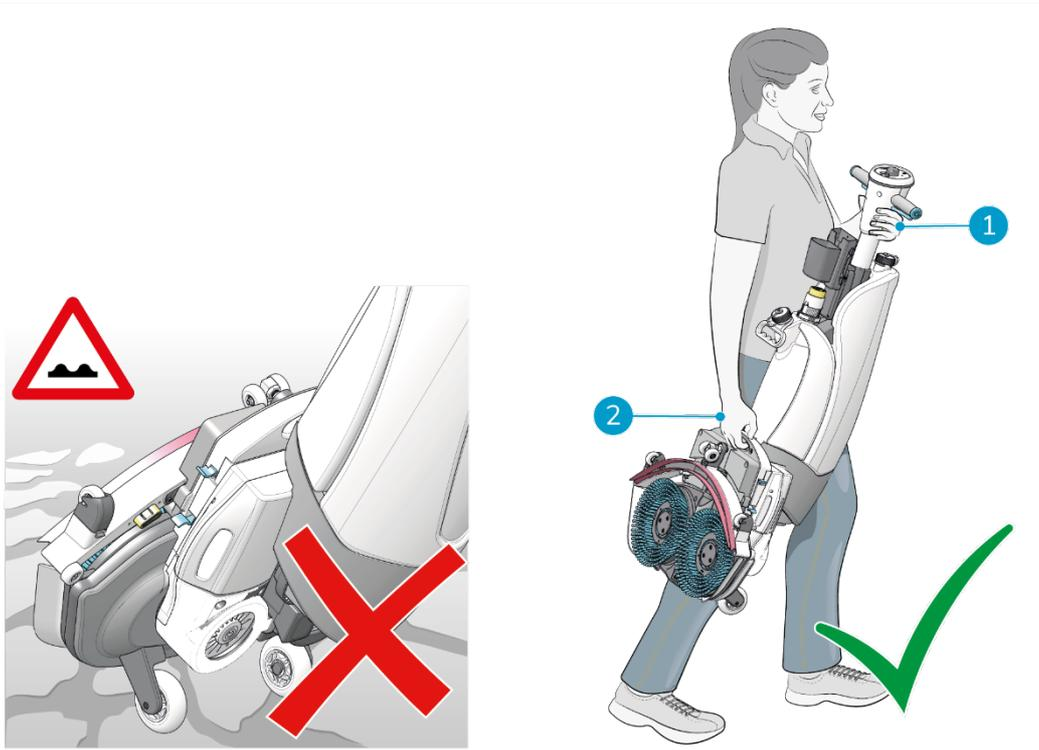

Abbildung 7
2. Tragen Sie den i-mop XL Pro mit einer Hand (Abbildung 7, Pos. 2), während Sie mit der anderen Hand den Griff halten (Abbildung 7, Pos. 1).